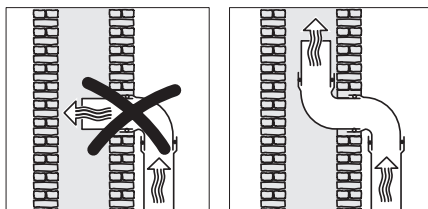

рис. 6.5
• Якщо витяжний канал виводиться в димар, то вхідний патрубок повинен бути зігнутих в напрямку потоку повітря (рис. 6.5);